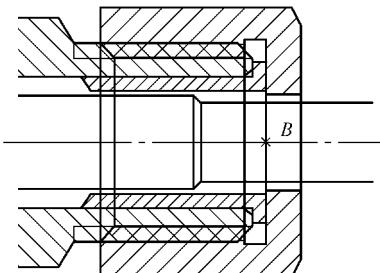

图 12-15 插入压盖螺母
- 11) 插入块“yglm”至泵体主视图中，插入点为 B 点，如图 12-15 所示。